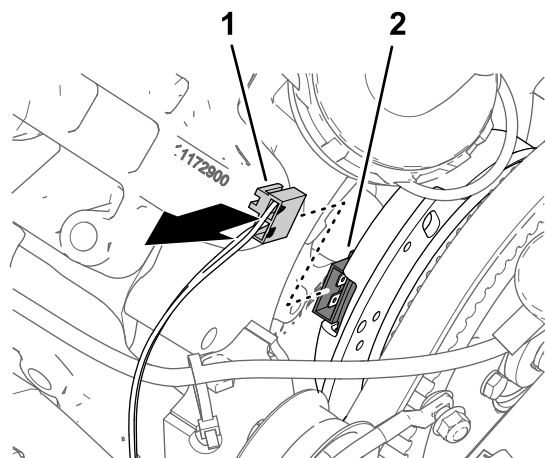

Bild 165
1. Schließen Sie den 2-Buchsen-Stecker des Maschinenkabelbaums, der mit SPRAY PUMP COIL beschriftet ist, vom 2-Stift-Stecker der Lichtmaschine ab (Bild 165).